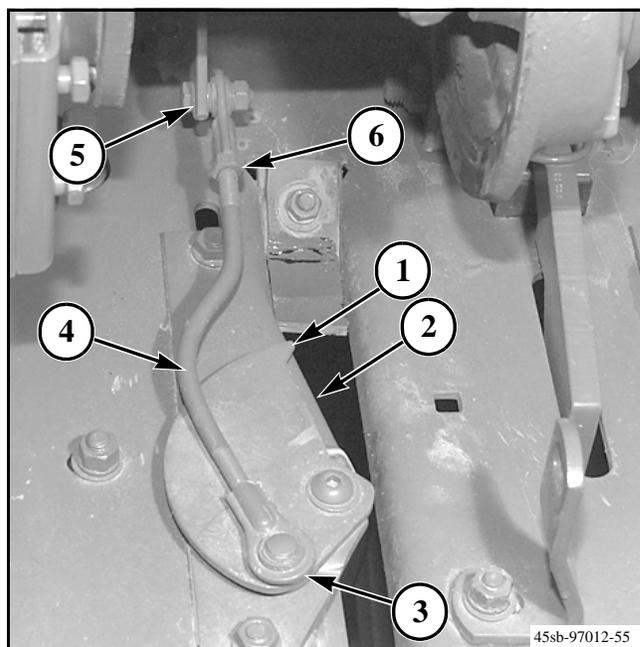

FIG. 42
FIG. 42: Gire el volante hacia la derecha hasta que el ciclo de amarre haya finalizado y la anudadora esté en punto muerto. Compruebe que la punta del dedo de envoltura (1) coincida con el borde del soporte de montaje del dedo (2) como se muestra. Presione hacia adelante en la parte trasera (3) del dedo de envoltura para eliminar el juego.